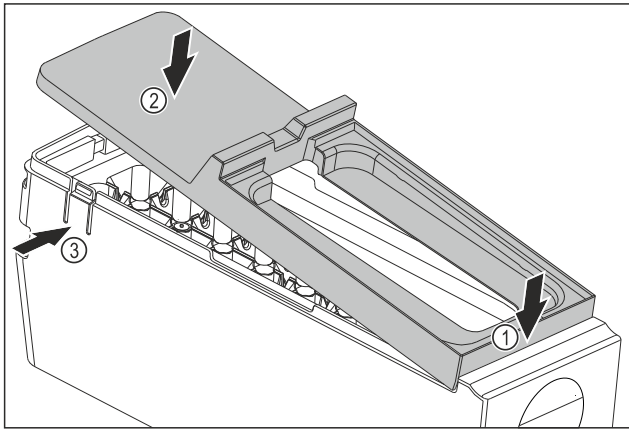

Fig. 82
- ▶ Montáž krytu korpusu EasyTwist-Ice: Nasadte kryt na přední stranu. Fig. 82 (1)
- ▶ Spusťte kryt vzadu dolů. Fig. 82 (2)
- ▷ Kryt slyšitelně zaklapne v obou lamelách Fig. 82 (3).